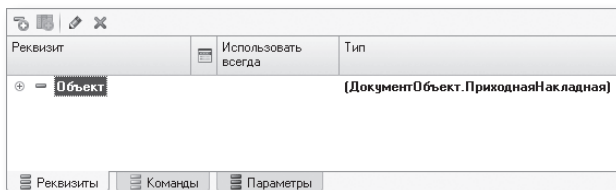
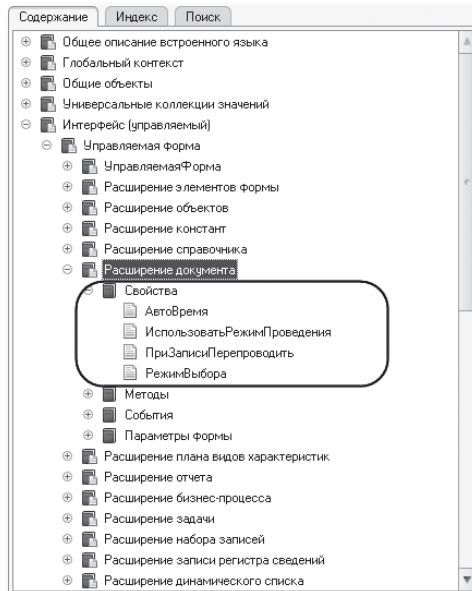

Рис. 5.21. Список реквизитов формы документа «Приходная накладная»
Рис. 5.23. Список свойств объекта «Расширение управляемой формы для документа» в синтакс-помощнике
- Есть ли у формы реквизит СтрокаТабличнойЧасти? Откроем форму документа ПриходнаяНакладная и перейдем в окно реквизитов формы, расположенное справа вверху редактора форм (рис. 5.21).
- Есть ли у расширения формы свойство `СтрокаТабличнойЧасти`? Мы знаем, что основной реквизит формы содержит данные объекта `ДокументОбъект.ПриходнаяНакладная` (см. рис. 5.21). Следовательно, в модуле формы становятся доступны свойства, методы объекта встроенного языка `Расширение управляемой формы для документа` (синтакс-помощник – `Интерфейс (управляемый) ▶ Управляемая форма ▶ Расширение документа`). Посмотрим на них (рис. 5.23).